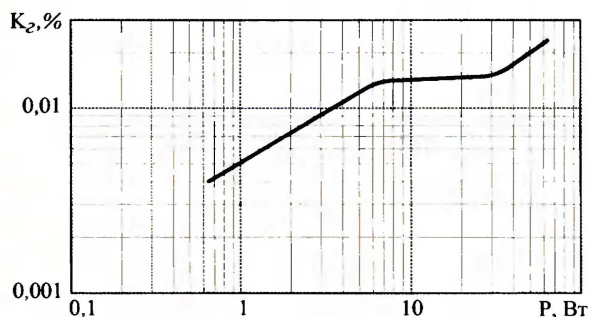

Рис. 2
коэффициент гармонических искажений (ПКИ), рассчитанный по формуле (1), составляет 0,023 %. Результаты исследования ПКИ для интервала выходной мощности 0,64...64 Вт представлены на рис. 2. Коэффициент гармоник монотонно возрастает с увеличением мощности, его значение не превышает 0,023 % при выходной мощности УМЗЧ 64 Вт.